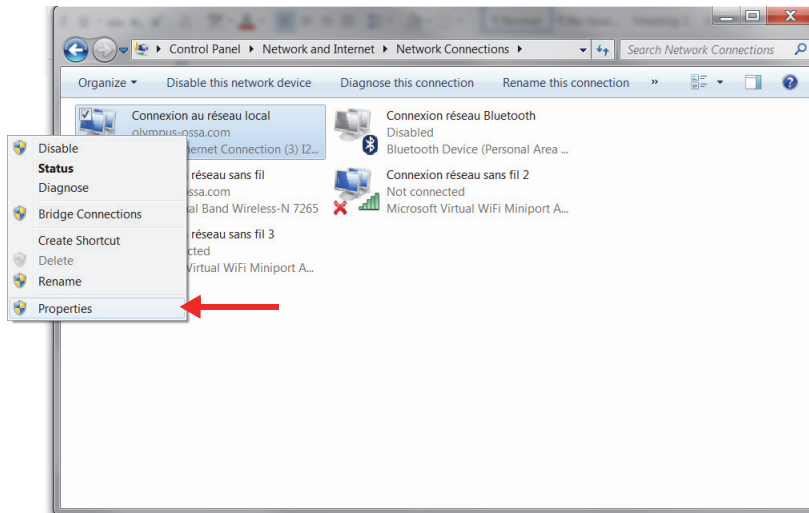

Figura 1-6 Selección de propiedades
2. Haga doble clic en la conexión de red usada para establecer la conexión con la unidad FOCUS PX; después, haga clic en **Properties** (Propiedades) [ver Figura 1-6 en la página 30].